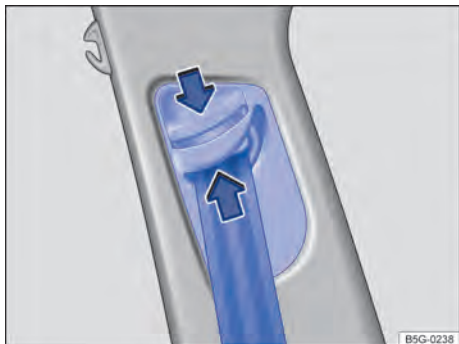

Fig. 82 Ao lado dos bancos dianteiros: regulagem de altura do cinto de segurança.
- Pressionar o dispositivo regulador no sentido da seta e mantê-lo pressionado \Rightarrow Fig. 82.